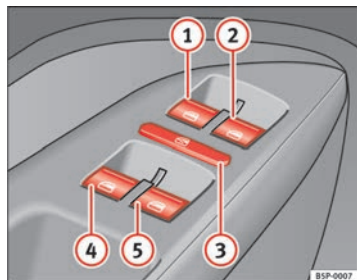

Fig. 67 Detalle de la puerta del conductor: mandos para las ventanillas delanteras y traseras
Las teclas ⇒ página 114, fig. 67 ① y ② tienen dos posiciones para la apertura de las ventanillas y otras dos para el cierre. De este modo es más fácil controlar las operaciones de apertura y cierre.